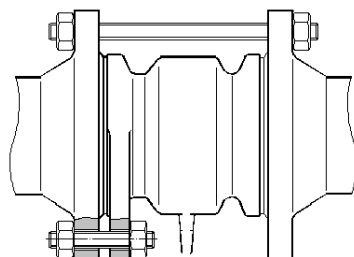

Рис.1
3.2. КОРПУС КЛАПАНА / рис. 1 /
2.2.2 Для установки клапана необходимо воспользоваться расположенными на корпусе проушинами со сквозными гладкими отверстиями. Крепление в этих местах производится укороченными шпильками с шайбами увеличенного диаметра /см. рисунок 1/. Таблица 1 указывает количество и размеры крепежных элементов (шпилек, гаек) для бесфланцевого (стяжного) исполнения.